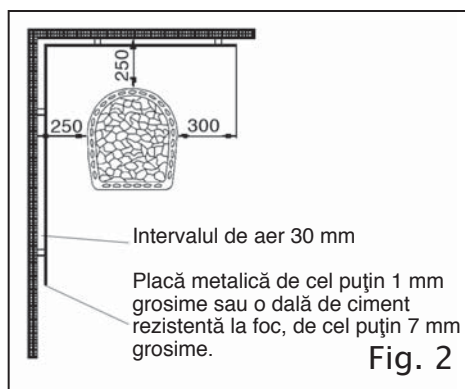

Fig. 2
2. Distanța de siguranță indicată în figura 1, poate fi micșorată de două ori (pînă la 250 mm), dacă va fi utilizată o izolație ușoară din foaie de ciment armat neinflamabil cu grosimea minimală de 7 mm sau foaie metalică cu grosimea minimală de 1mm. Locurile de ancorare a izolației trebuie să fie relativ aproape unul de altul. Între foaie și suprafața izolată e necesar de a se lăsa un spațiu de cel puțin 30 mm, care se obține, de exemplu, datorită utilizării bucșei metalice în calitate de suport intermediar. Izolația nu trebuie să aibă contact cu pardoseaua sau cu tavanul. (Vezi fig. 2).